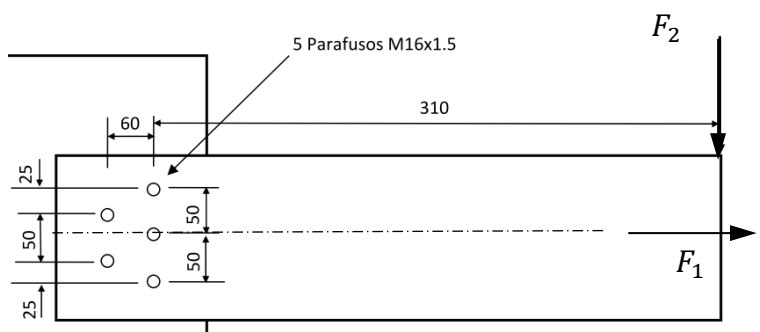

Figura 1.5
**1.3.2** A Figura 1.5 mostra uma placa aparafusada a um pilar através de 5 parafusos M16x1.5. Sabendo que o conjunto sofre uma carga  $F_1 = 6kN$  e uma carga  $F_2 = 3kN$ , determine: